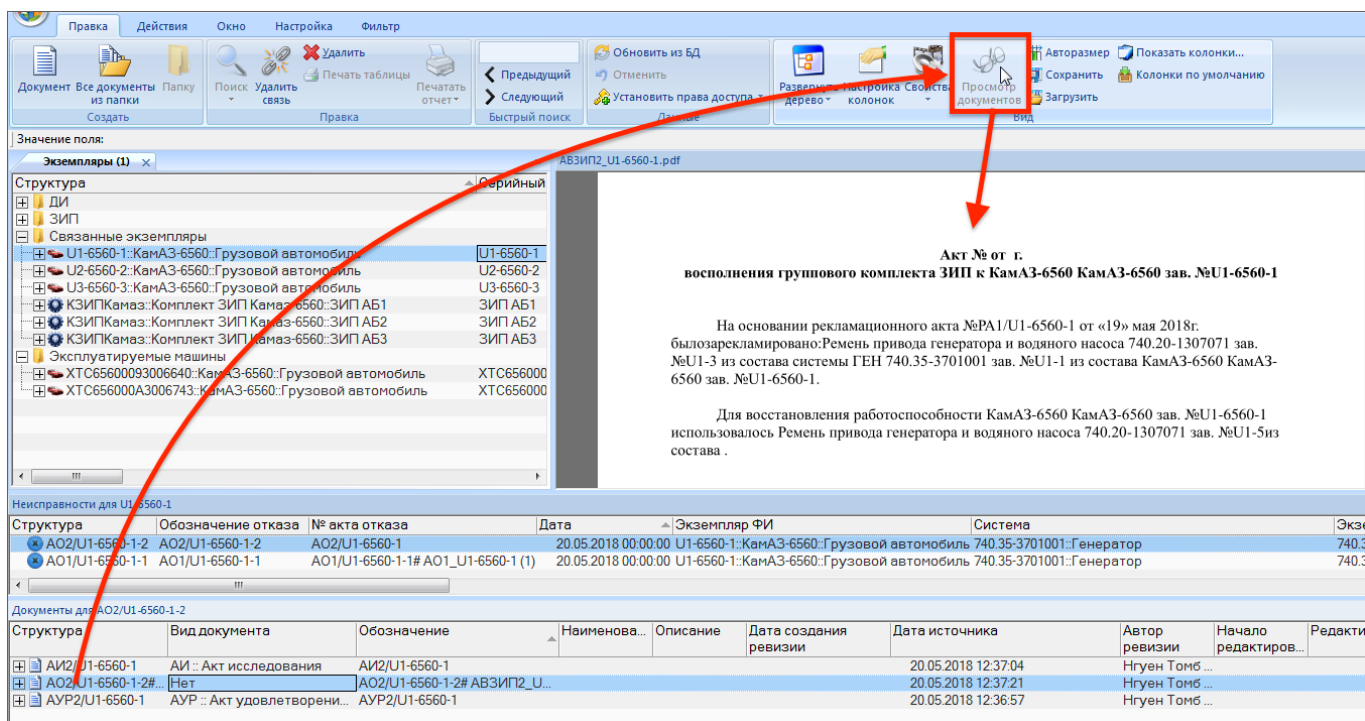

Рис. 9-34 – Документы, связанные с отказом
4) Для просмотра документов, прикрепленных к отказам (отсканированные РА, АО, АИ, АУР, АВ ЗИП), нужно выделить неисправность в связанном окне «Неисправности» для машины и открыть для нее связанное окно «Документы». Для просмотра документа выделить его и нажать кнопку «Просмотр документов» панели «Вид» (рис. 9-34).